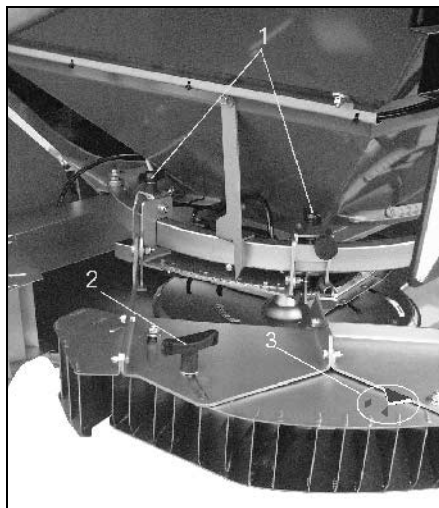

Fig. 42
- Symbol "▲" eller "◆" (Fig. 42/3)
- Lossa vingmuttern (Fig. 42/1) och ställ in på skalan (0-15) efter tabellen, och dra åt vingmuttern igen.
- För att vrida gränsspridningsskärmen inåt eller utåt, lossa handtaget (Fig. 42/2) och vrid skärmen (Fig. 42/3) tills pilen visar på symbolen "▲" eller "◆". Dra åt handtaget igen.